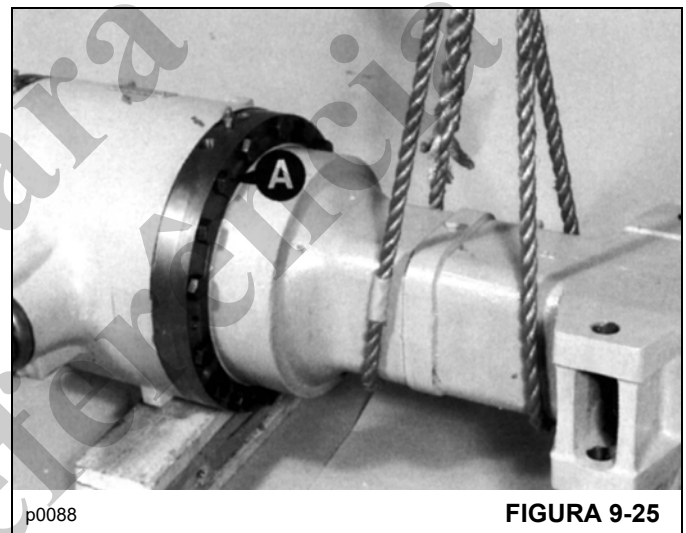

FIGURA 9-25
- Instale os parafusos **A** (Figura 9-25) e aperte-os com um torque de 244 Nm (178 lb-pé).